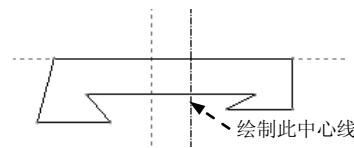

图 5.2.22 绘制中心线
- 选择下拉菜单 草绘(S) → 线(L) → 中心线(C)命令，绘制图 5.2.22 所示的中心线。